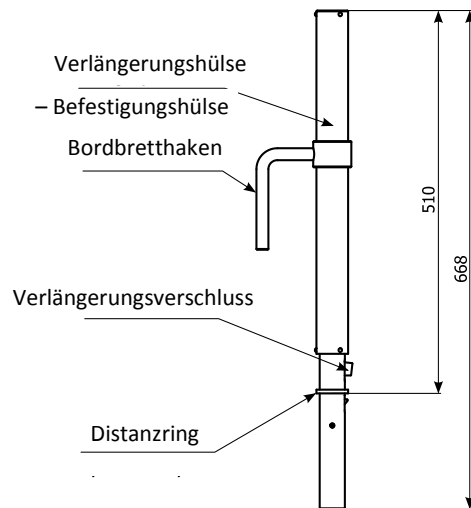

Abb. 2. Verlängerung 500
1.3.2. Verlängerung 500 (Abb. 2)